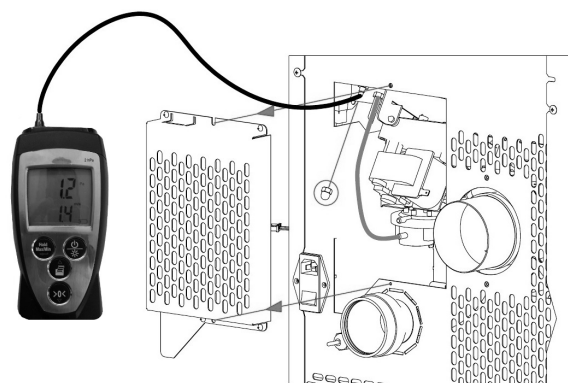

Fig. 76 - Aansluiting digitale drukregelaar
- Sluit een digitale drukregelaar aan met behulp van een slangetje om de onderdruk te meten (zie **Fig. 76**).